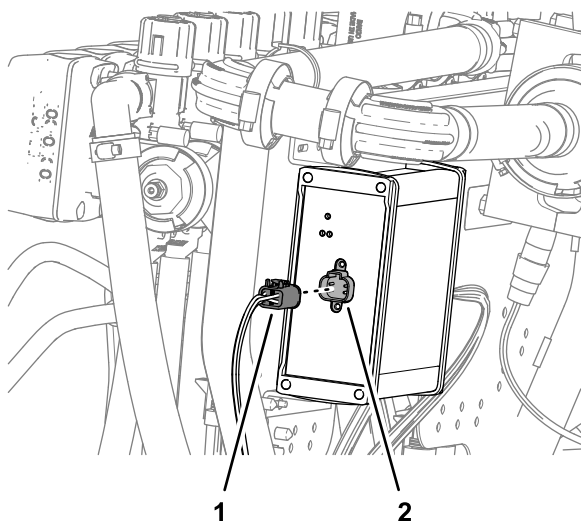

Figura 134
4. Inserire il connettore a 4 prese indicato come AD ASC 10 nel connettore a 4 pin del controller di irrorazione ASC 10 (Figura 134).